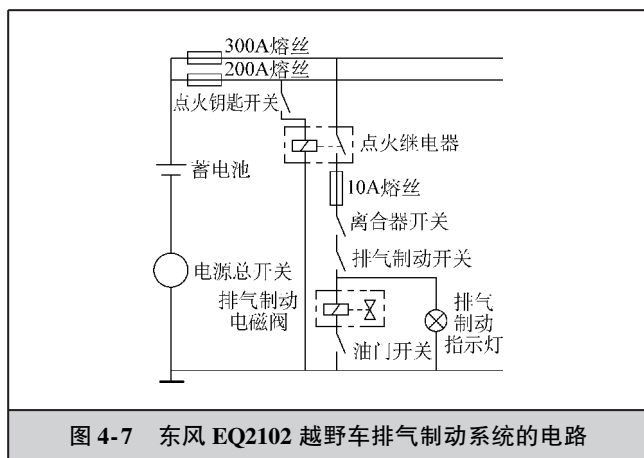

图4-7 东风EQ2102越野车排气制动系统的电路
(1) 故障现象 接通排气制动开关，在不踩离合器踏板与加速踏板的情况下，排气制动系统不工作。
(2) 故障原因 ①组合开关线束插头接触不良。②排气制动开关内部线接头脱焊。③离合器开关损坏。④发动机高压油泵上的油门开关损坏或接触不良。⑤排气制动电磁阀损坏或气压不够。⑥驾驶室前围线束插头接触不良。⑦熔丝熔断。
(3) 排除方法 ①检查组合开关线束插头是否有接触不良或线头脱落现象。②用试灯测量排气制动开关线束插头是否有电，若无电，则说明排气制动开关线束插头脱焊。③用试灯
测量排气制动电磁阀接头是否有电，若无电，说明离合器开关损坏或驾驶室前围线束接触不良。④若排气制动电磁阀有电，再用试灯检查油门开关是否有电，如图4-7所示；若无电，说明排气制动电磁阀损坏。⑤若油门开关有电，检查一下油门开关的压缩行程是否太大，必要时进行调整。⑥打开排气制动开关，若听到排气制动电磁阀有开合的声音，而排气制动仍然不工作，说明气压不够或气管路有故障。